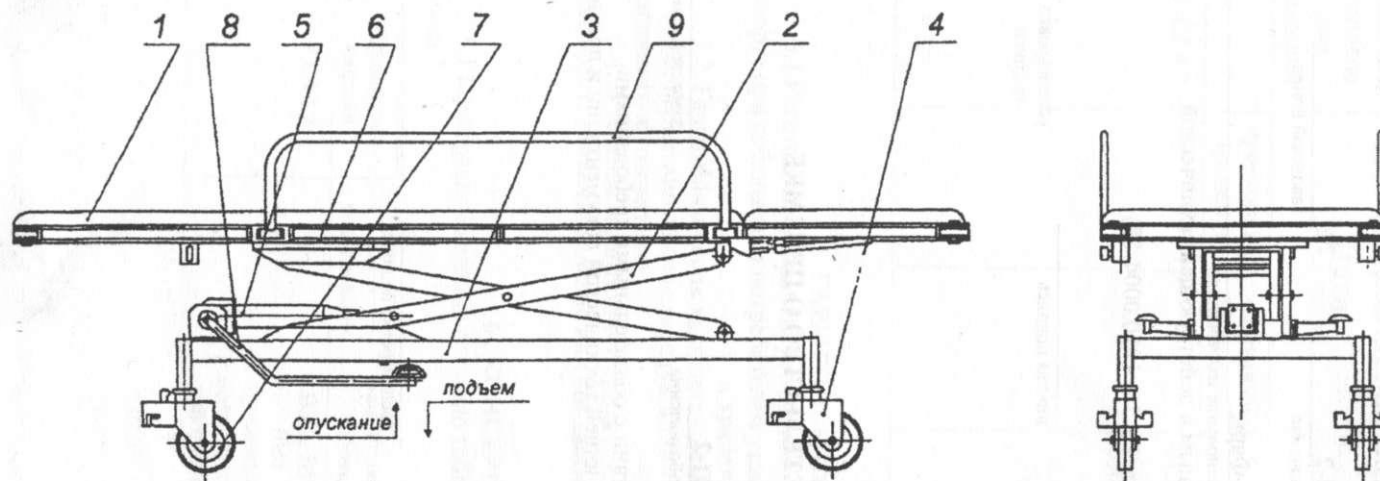

Рис. 1. Тележка для перевозки больных ТБП-2
9.1 Тележка (рисунок 1) состоит из верхней рамы 6 с расположенной на ней панели 1 и основания 3 с самоориентирующимися колесами 4 (два колеса с тормозом 7). На основании 3 смонтирован гидропривод 5 с педалями подъема-опускания 8.